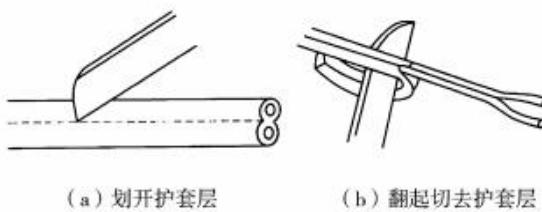

图 1-20 塑料护套线绝缘层的剖削
(1) 首先按所需长度用电工刀刀尖沿芯线中间缝隙划开护套层,如图1-20(a)所示;
- (2) 然后向后翻起护套层,用电工刀齐根切去,如图 1-20(b)所示;
- (3) 在距离护套层 5~10 mm 处,用电工刀以 45°角倾斜切入绝缘层。其他剖削方法与塑料硬线绝缘层的剖削方法相同。